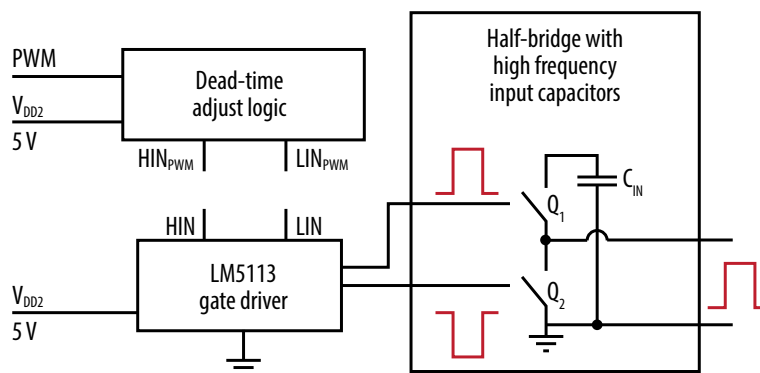

图2: 经过优化的半桥式 DrGaNPLUS 的方框图。
图2展示半桥式电路设计的方框图，内含两个 eGaN FET、一个驱动器集成电路 (IC)、脉宽调制 (PWM) 逻辑、可调死区时间及高频输入电容。这些元件的设计及布局非常重要以发挥具备高速开关性能的 eGaN FET 的技术优势。DrGaNPLUS 的栅极驱动器电路确保 eGaN FET 可以达到栅极驱动器的要求及采用最新氮化镓驱动器集成电路技术，从而实现最优性能。用户可以输入两个 PWM 讯号以独立控制各个器件，或者使用板载逻辑及可调的死区时间电路，输入单个 PWM 讯号，以及取得经过优化的死区时间，使得降压转换器应用可实现最高的性能。